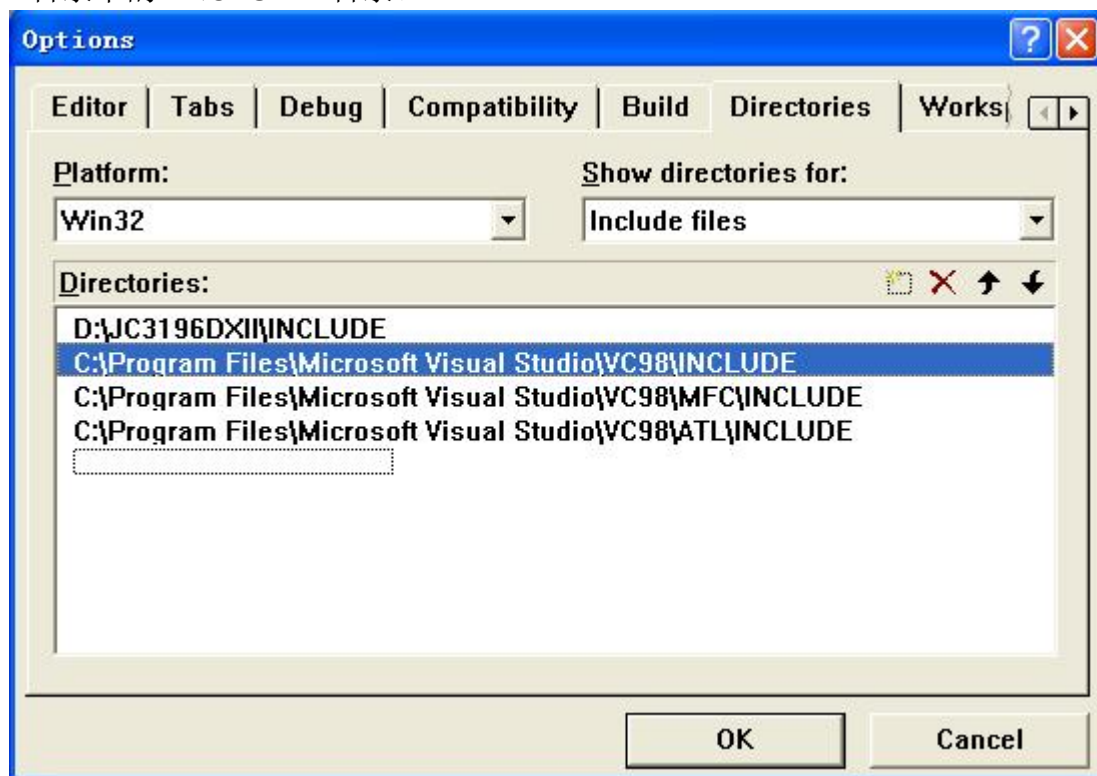

图 1-1
- (1) 运行 VC++，进入到 Microsoft Visual C++6.0 的编辑环境。
- (2) 设置 include 路径，单击菜单项 Tools，单击 Options...，弹出 Option 窗口，选择标签 Directories，对话框如下（图 1-1），在 Show directories for 列表中选择 Include files，在 Directories: 中添加新的目录，选择 D:\JC3196DXII 目录下的 INCLUDE 目录。